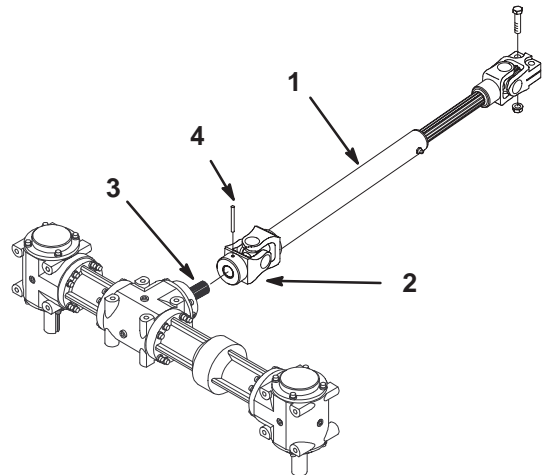

**Bild 28**
12. Entfernen Sie die Splinte und drehen die Stiftgruppen aus den Schubarmen an den Schwenkprofilen der Antriebseinheit ab (Bild 28).